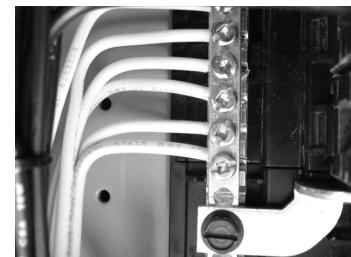

Figure 4
- Dénuder environ 5/8" de l'extrémité du fil blanc. Localisez la barre neutre, puis desserrez partiellement une borne à vis sur la barre. Insérez l'extrémité dénudée du fil dans le côté de la barre sous la vis et resserrez la vis. (Figure 4)